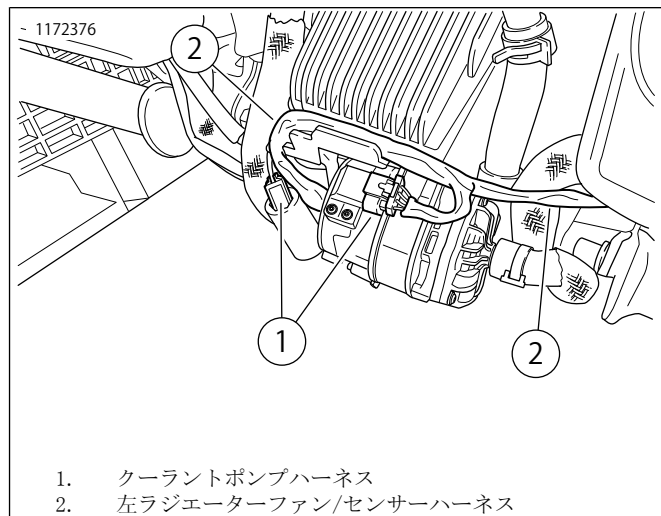

図18。ウォーターポンプハーネスの取り回し
- a. 図18を参照してください。ウォーターポンプハーネスが正しく取り回されていることを確認します。